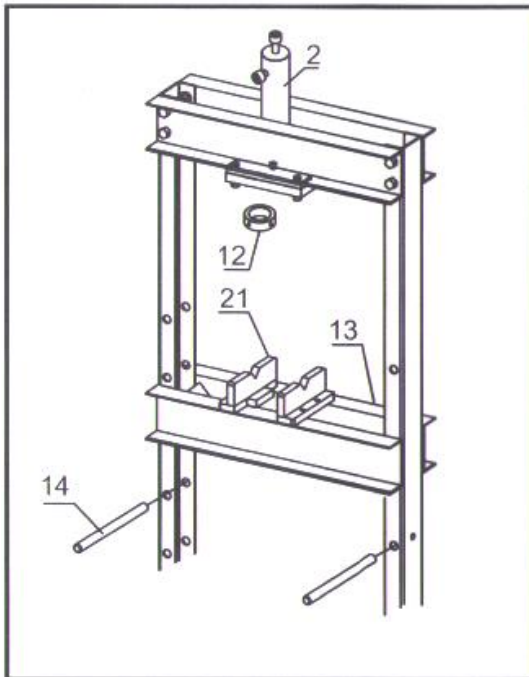

Рис. 5
Воспользуйтесь схемой станда (рис. 5), списком деталей и схемой сборки, приведенной в данной инструкции, разложите все детали по порядку и установите их по назначению перед сборкой.
6. Закрепите силовой цилиндр (2), закрутив большую гайку (12). Сдвиньте опорные штифты (14) в отверстия в стойках. Вложите стол пресса (13) таким образом, чтобы направляющие стола вошли в стойки рамы, затем опустите стол вдоль стоек рамы на опорные штифты. Установите призмы (21) на стол пресса. См. рис. 5.